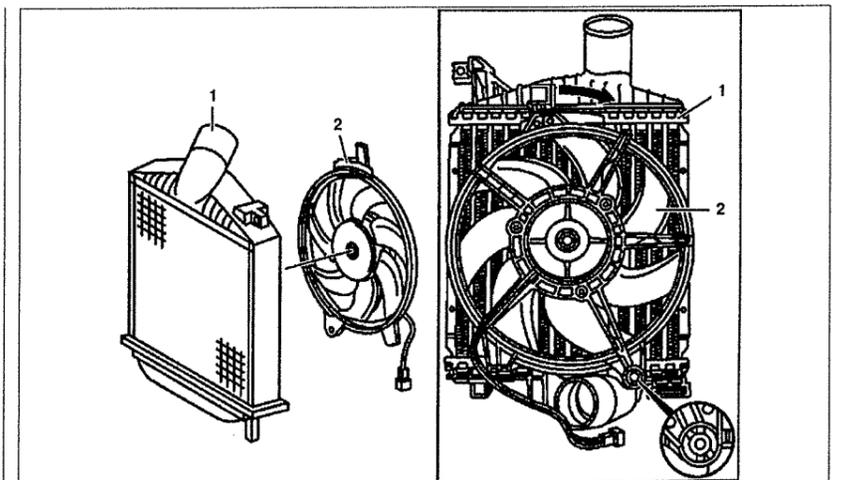

Рис. 4.53. Вентилятор радиатора турбонаддува: 1. Радиатор турбонаддува, 2. Вентилятор.
1. Снимите радиатор турбонаддува 1 (см.рис.4.53).